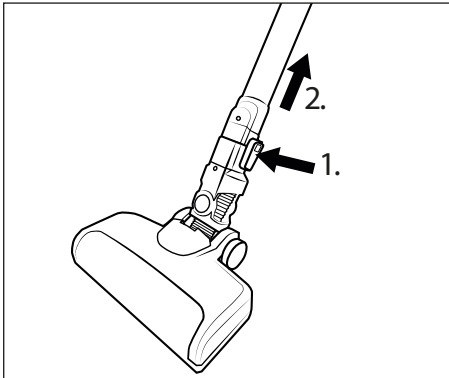

Fig. 12
- ◆ For at fjerne gulvbørsten 22 fra sugerøret 24, skal du trykke på oplåsningsknappen til gulvbørsten 23 og holde den nede og tage sugerøret 24 ud af gulvbørsten 22 (se fig. 12).